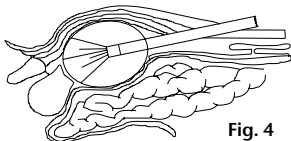

Fig. 4
4. Una vez colocado el instrumental, conecte la bomba de inflado de balón con la conexión transparente a la llave de inflado abierta del cuerpo de la válvula. A continuación, se retira el obturador y se sustituye por el endoscopio, si no se ha hecho ya (consultar el punto 2). Seguidamente, se infla cuidadosamente el balón a través de la bomba de inflado de balón con ayuda de la llave de inflado que apunta hacia arriba. Para inflar el sistema de balón de dilatación (bilateral) de PAJUNK®, se acciona la bomba de balón, dependiendo de las condiciones anatómicas y bajo constante supervisión a través del endoscopio, un máximo de 15 veces (en el modelo extragrande, un máximo de 25 veces). El inflado del balón provoca una disección progresiva que se supervisa con el endoscopio. (Fig. 4)